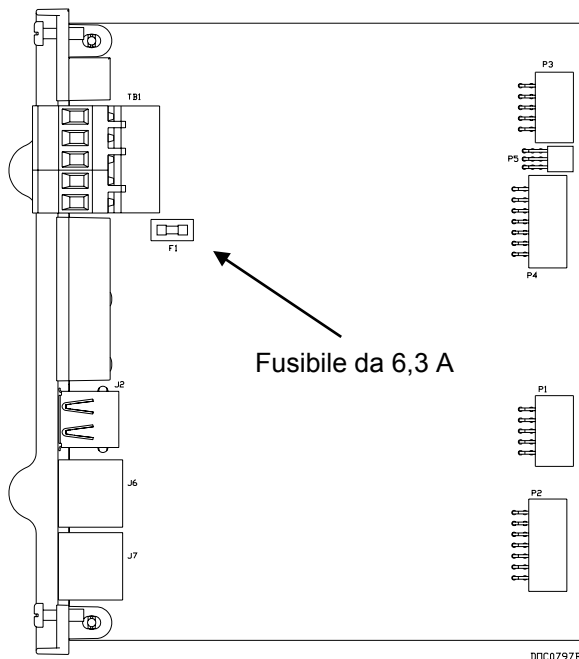

Figura 12. Fusibile da 6,3 A della CPU
Se il server non funziona ma si ritiene che sia alimentato correttamente e il LED di alimentazione non è acceso, potrebbe essere necessario sostituire il fusibile da 6,3 A sul modulo CPU (vedere la *Figura 12*).
7. Controllare il fusibile (vedere la *Figura 12*) e, se necessario, sostituirlo con un fusibile SB (Slo-Blo) da 6,3 A MSB.